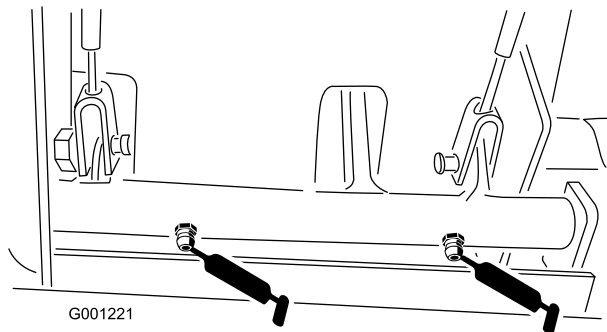

Figura 41
- boccole girevoli del freno (Figura 41)
- cavi dei freni (lato ruota motrice e pedale del freno) (Figura 41)